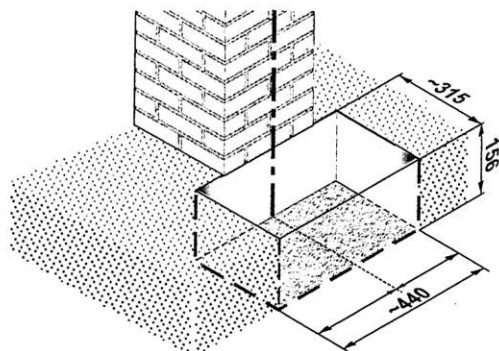

Fig. 5
1) wykonać wykop fundamentowy jak na rys.5.